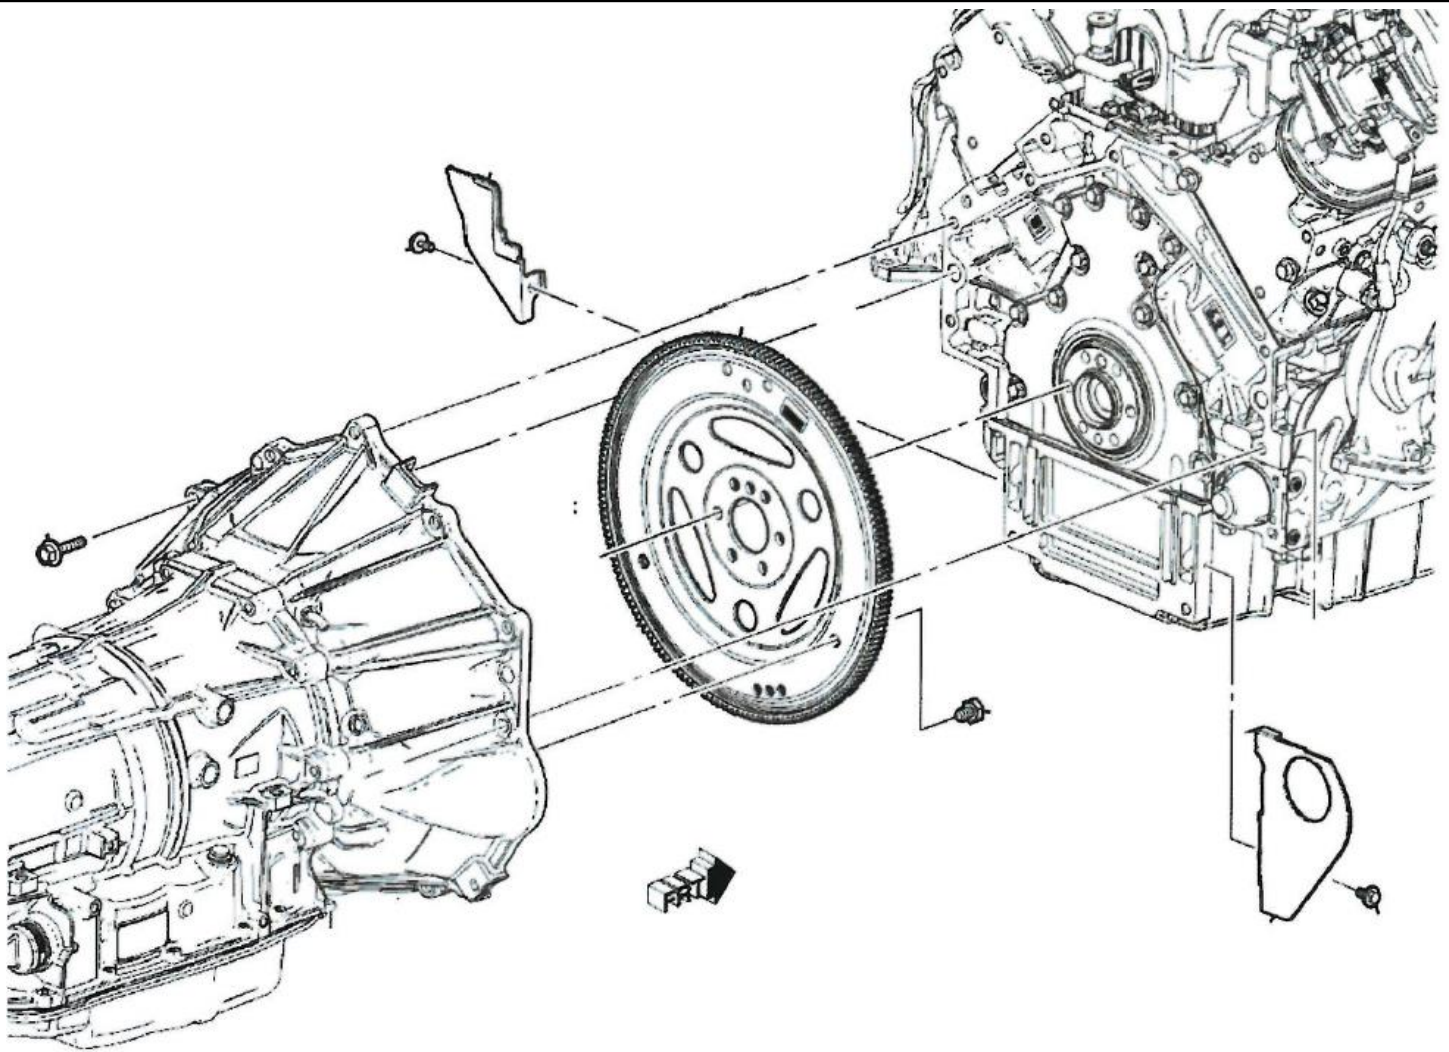

FIGURE 1
3. Poser la boîte de vitesses sur le moteur avec 8 boulons 11515768, comme indiqué sur la figure 1. Poser le support de la trousse de boîte de vitesses sous le boulon supérieur central pour faciliter le maintien du tube d'évent (pièce de la trousse de boîte de vitesses). Serrer à 58 Nm (43 lb pi).